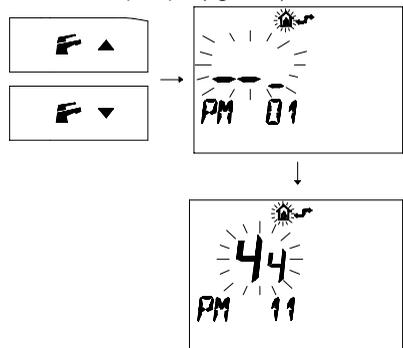

fig. 5.37
- 3 Premere i pulsanti o per visualizzare la programmazione "PM 11" della *post circolazione pompa* (fig. 5.37)